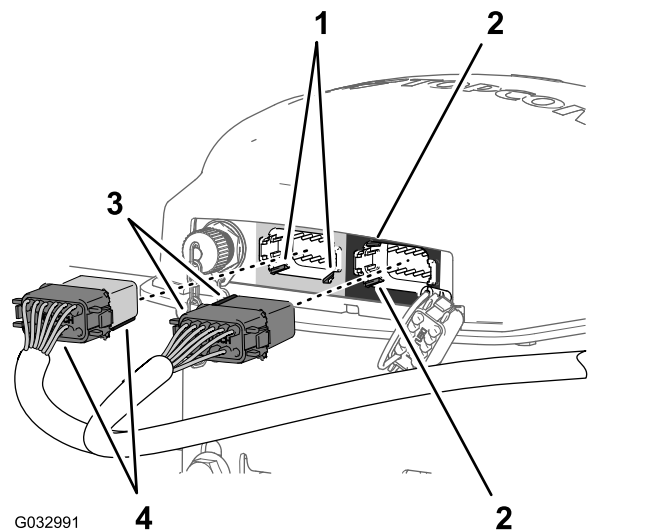

Рисунок 135
3. Совместите два ключа совмещения на длинной лицевой стороне **черно-серого** 12-гнездового разъема жгута проводов передачи данных с двумя ответными пазами в нижней горизонтальной стенке **левого (серого)** 12-штыревого разъема навигационного приемника (Рисунок 135).
4. Соедините **черно-серый** 12-гнездовой разъем жгута проводов передачи данных с **левым (серым)** 12-штыревым разъемом навигационного приемника так, чтобы разъемы надежно зафиксировались со щелчком (Рисунок 135).
5. Совместите два ключа совмещения на короткой стороне **черного** 12-гнездового разъема жгута проводов передачи данных с двумя ответными пазами в левой вертикальной стенке **правого (черного)** 12-штыревого разъема навигационного приемника (Рисунок 135).
6. Соедините **чисто черный** 12-гнездовой разъем жгута проводов передачи данных с **левым (черным)** 12-штыревым разъемом навигационного приемника так, чтобы разъемы надежно зафиксировались со щелчком (Рисунок 135).